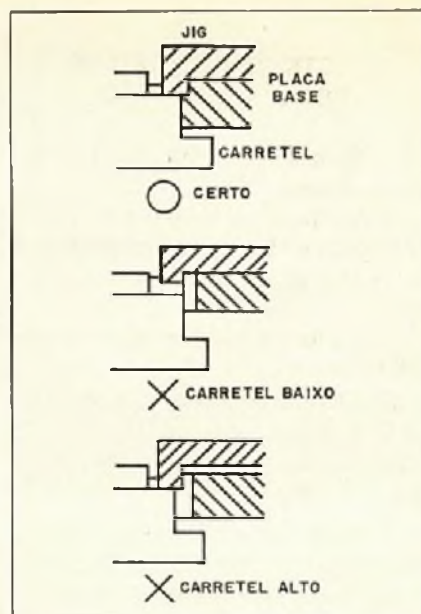

Figura 8
4. Cheque a altura dos carretéis (figura 8).